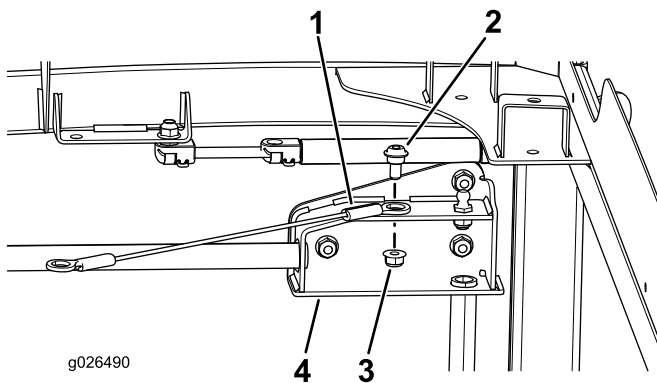

Figura 6
1. Conecte el cordón a la bisagra del bastidor de la puerta con un perno de cuello largo (5/16 x 1/2 pulgada) y una contratuerca (5/16 pulgada), según se muestra en Figura 6.